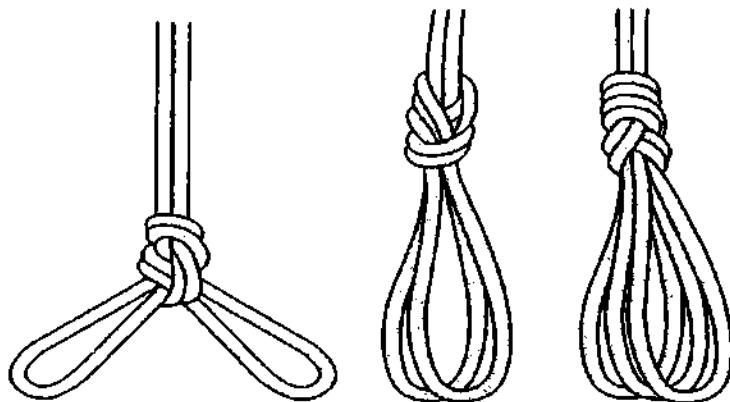
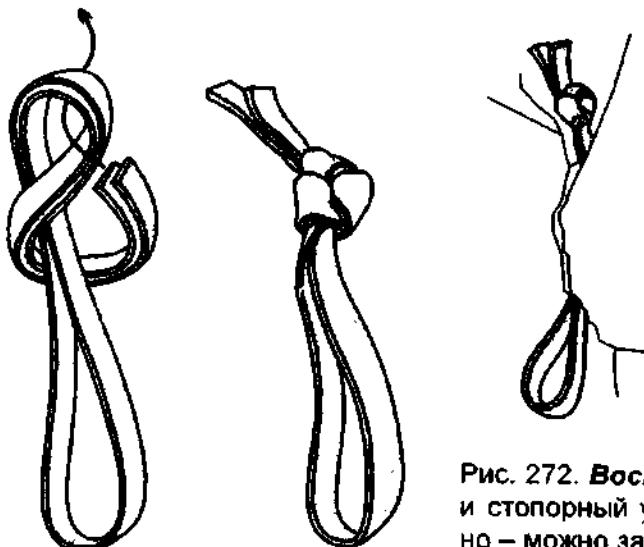

Рис. 271. Из одинарной **фламандской петли** можно связать двойную и тройную петли – **диаметральный проводник** или **двойную (тройную) фламандскую петлю**.
Рис. 272. **Восьмёрку** – и петлю и стопорный узел одновременно – можно завязать на ленте.
**Фламандская петля** крепка, надёжна и не склонна к «поползновению» на гладкой синтетической верёвке. Конструкция узла не сложная и поэтому легка для запоминания. Это очень важно, так как в чрезвычайной ситуации узел может быть связан неправильно. На завязывание **проводника восьмёркой** требуется относительно мало верёвки. **Восьмёрку** можно завязать на середине троса (рис. 268), с помощью неё можно привязать верёвку к замкнутой опоре (рис. 270). С помощью двух **фламандских петель** и карабина можно надёжно соединить два конца верёвки (рис. 267). **Фламандская петля** хороша также тем, что из неё можно связать двойную и тройную незатягивающиеся петли (рис. 271). Не надо забывать, что **фламандская петля** – это ещё и хороший стопорный узел (рис. 272). **Восьмёрку** можно завязать на конце верёвки, чтобы с неё не слететь.